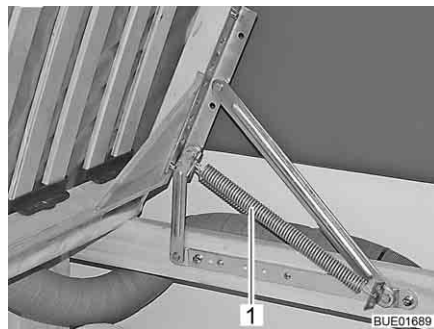

Bild 76 Festes Bett
- Lattenrost anheben. Die Federn (Bild 76,1) halten den Lattenrost in geöffneter Stellung.